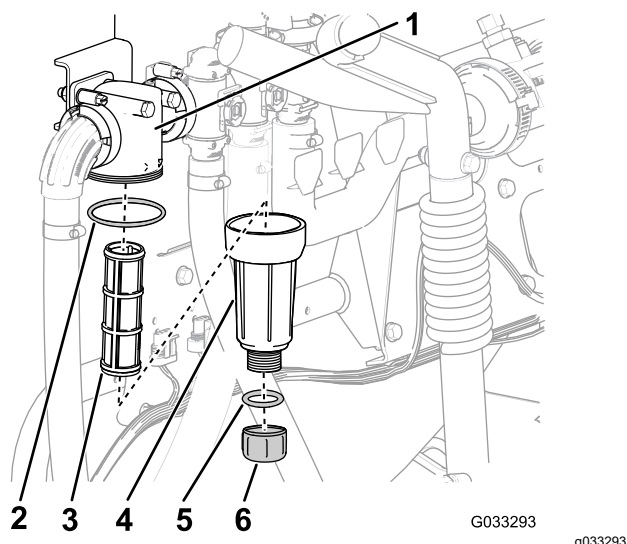

Figure 61
- Placez un bac de vidange sous le filtre de pression (Figure 61).
3. Tournez le bouchon de vidange dans le sens antihoraire et déposez-le de la cuvette du filtre de pression (Figure 61).
4. Tournez la cuvette dans le sens antihoraire et déposez-la de la tête du filtre (Figure 61).
5. Retirez l'ancien élément du filtre de pression (Figure 61).
6. Contrôlez l'état et l'usure du joint torique du bouchon de vidange (à l'intérieur de la cuvette) et du joint torique de la cuvette (à l'intérieur de la tête du filtre) (Figure 61).
7. Installez le nouvel élément filtrant dans la tête du filtre de pression (Figure 61).
8. Vissez la cuvette sur la tête du filtre et serrez-la à la main (Figure 61).
9. Vissez le bouchon sur la cuvette à la main (Figure 61).